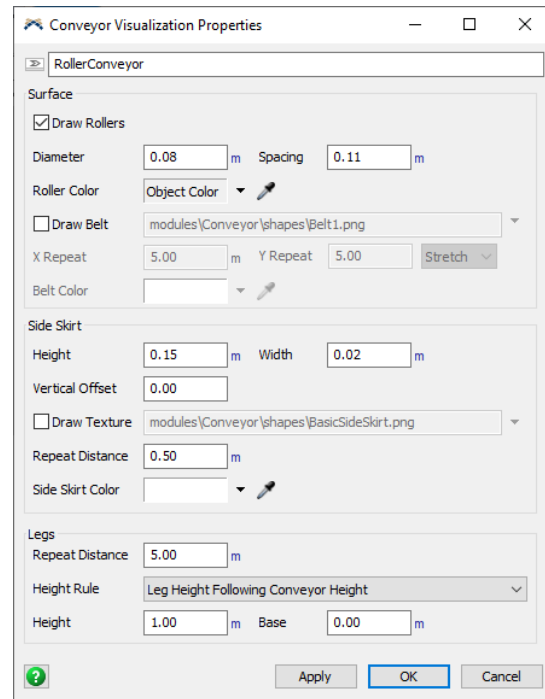

Fig. 2. Paramètres de RollerConveyor
5. **Visualisation** – modifie l'apparence du convoyeur : **RollerConveyor** – convoyeur à rouleaux, **BeltConveyor** – convoyeur à bande, **MassFlowConveyor** – convoyeur à bande sans rouleaux visibles. Après avoir sélectionné le type de convoyeur, ses paramètres détaillés s'affichent à droite (fig. 2). Une attention particulière doit être